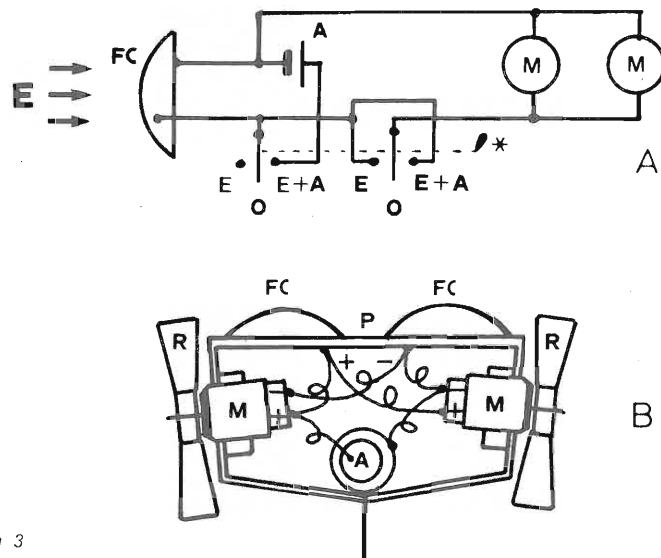

figura 3
B) Ponte con le fotocelle montate incluso in resina: compaiono ai lati le ruote motrici a pale. A poppa il deviatore: escluso in posizione centrale, in E le pile solari alimentano i motori, in E+A funziona, in tamponi, l'accumulatore (vedasi anche figura 3 A).
In zona d'ombra il battello rallenta e si ferma: per ovviare a questo inconveniente è stato sistemato in parallelo un accumulatore, preso da una automobile giocattolo Sizzlers (figura 3 A, B).